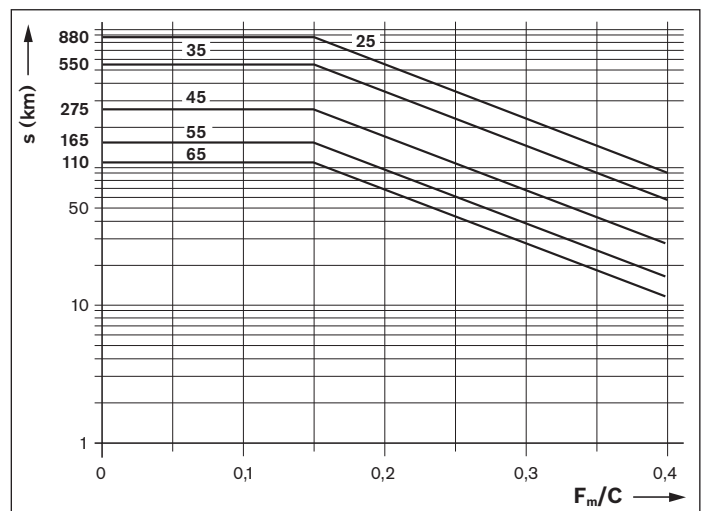

Figura 1: Intervallo di rilubrificazione
- Una volta raggiunto l'intervallo di rilubrificazione come da figura 1, introdurre la quantità di rilubrificazione come da tabella 2.
- Una volta raggiunto l'intervallo di rilubrificazione come da figura 1, introdurre la quantità di rilubrificazione come da tabella 2 per ogni attacco di lubrificazione.